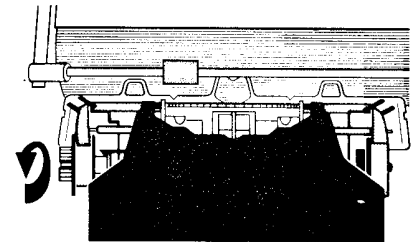

Abb. 2
7. Drehen Sie die linke Spule entgegen dem Uhrzeigersinn bis das Band straff in den Umlenkabeln sitzt (Abb. 2).